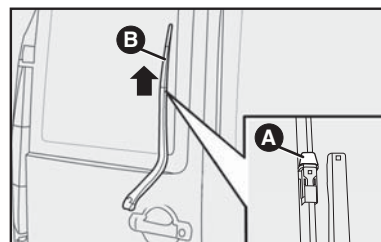

fig. 24
3) Para substituir apenas a palheta, pressionar a trava **A**-fig. 24 e puxar a palheta **B**-fig. 24 no sentido da seta.